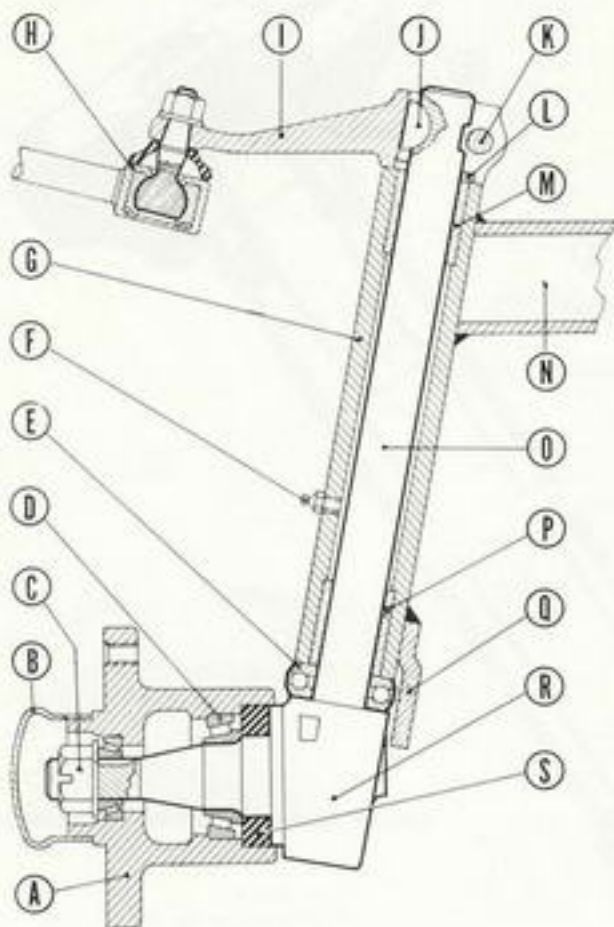

Fig. 4
G) Pivots et fusées (fig. 4).
H) Moyeux (fig. 4).
- Au montage de la colonne H (fig. 4), faire attention au joint I.